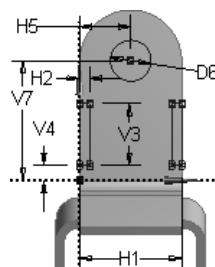

图 3.10.14 草图 3
(1) 绘制图 3.10.14 所示的草图 3。选取 Plane5，单击“New Sketch”按钮 ，绘制图 3.10.14 所示的截面草图，其中 H1=100，H2=10，V3=60，V4=15，H5=50，D6=40，V7=117。